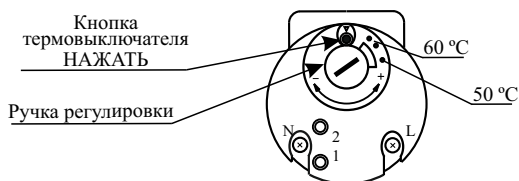

Рисунок 1 - Лицевая панель терморегулятора со встроенным термовыключателем без самовозврата для моделей 3W30V, 3W40V, 3W50V, 3W60V, 3W80V.
- в ЭВН моделей **3W30V, 3W40V, 3W50V, 3W60V, 3W80V** отключить ЭВН от электросети, снять защитную пластмассовую крышку и повернуть ручку регулировки (поворотом против часовой стрелки температуру увеличивают, по часовой стрелке - уменьшают, см. рисунок 1);